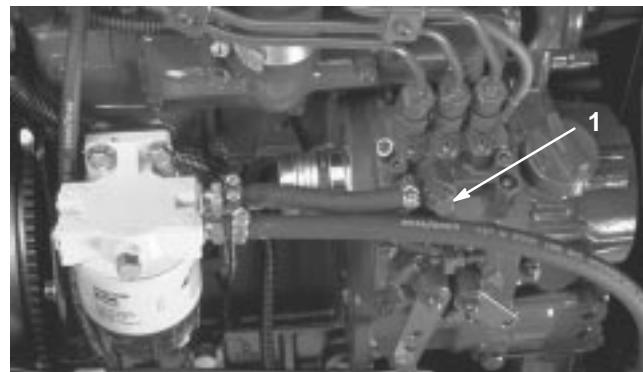

Bild 25
- Öffnen Sie die Entlüftungsschraube an der Einspritzpumpe (Bild 25).